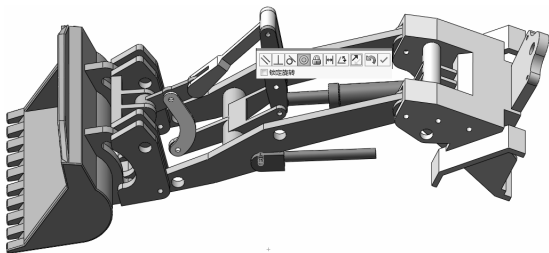

图 13-120 “同轴心”关系 11
19) 添加装配关系。选择菜单栏中的“插入”→“配合”命令,或单击“装配体”控制面板中的 (配合)按钮,系统弹出“配合”属性管理器,如图 13-118 所示。选择图 13-119 所示的配合面,在“配合”属性管理器中单击 (重合)按钮,添加“重合”关系,单击 (确定)按钮。选择图 13-120 所示的配合面,在“配合”属性管理器中单击 (同轴心)按钮,添加“同轴心”关系,单击 (确定)按钮。